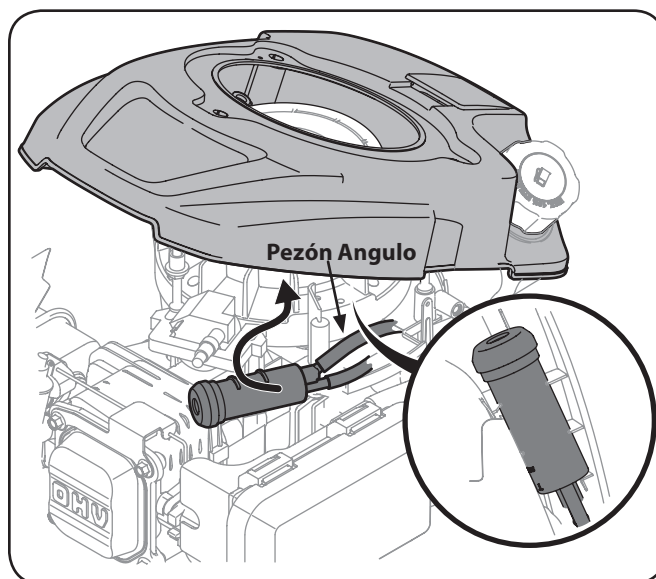

Figura 6-5
6. Vuelva a colocar la lata de carbono conjunto del filtro en su lugar debajo del motor interior cubierta. Ver Figura 6-5 recuadro.